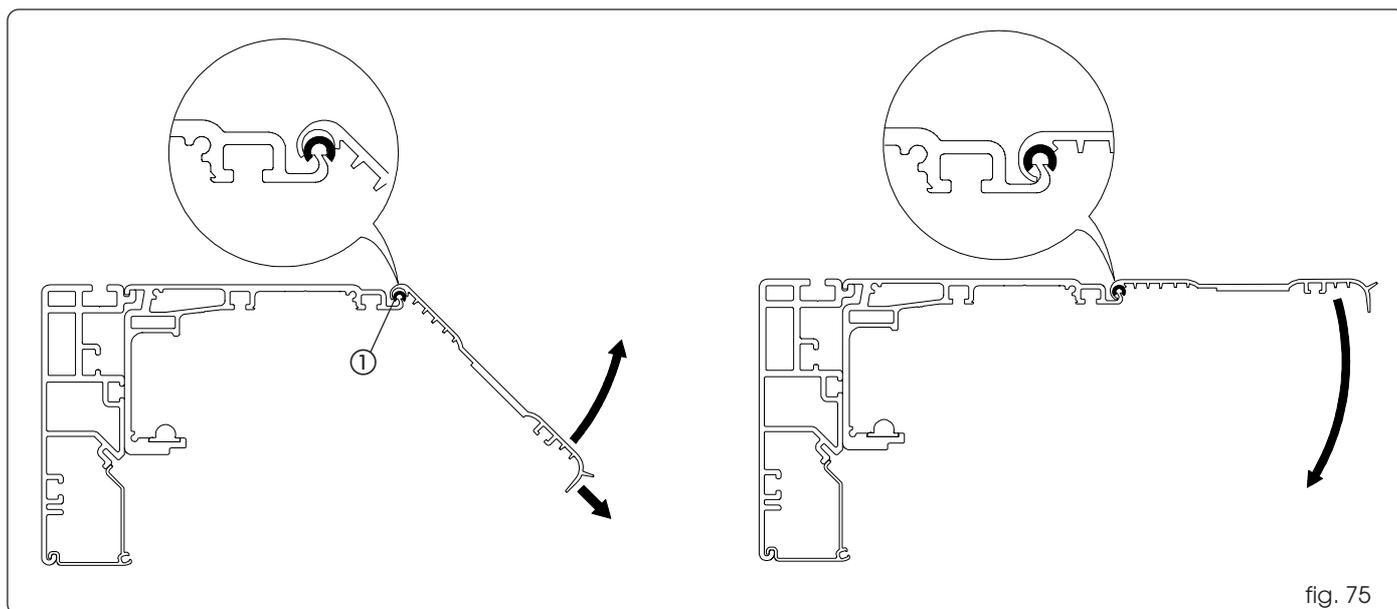

fig. 75
Montare i distanziali antivibrazione (fig. 75 rif. ①).
Posizionare il carter di chiusura sui distanziali; tirarlo come indicato in fig. 75 e ruotarlo verso l'alto fino al corretto aggancio.